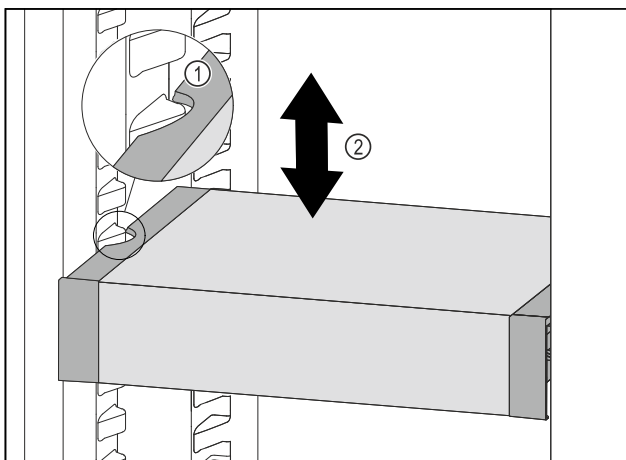

Fig. 98
- ▶ Tire del VarioSafe hacia delante hasta que los huecos laterales del VarioSafe se encuentren a la altura de la nervadura del recipiente en el compartimento del frigorífico. Fig. 98 (1)
- ▶ Mueva el VarioSafe hacia arriba o hacia abajo en el compartimento del frigorífico hasta alcanzar la altura deseada. Fig. 98 (2)